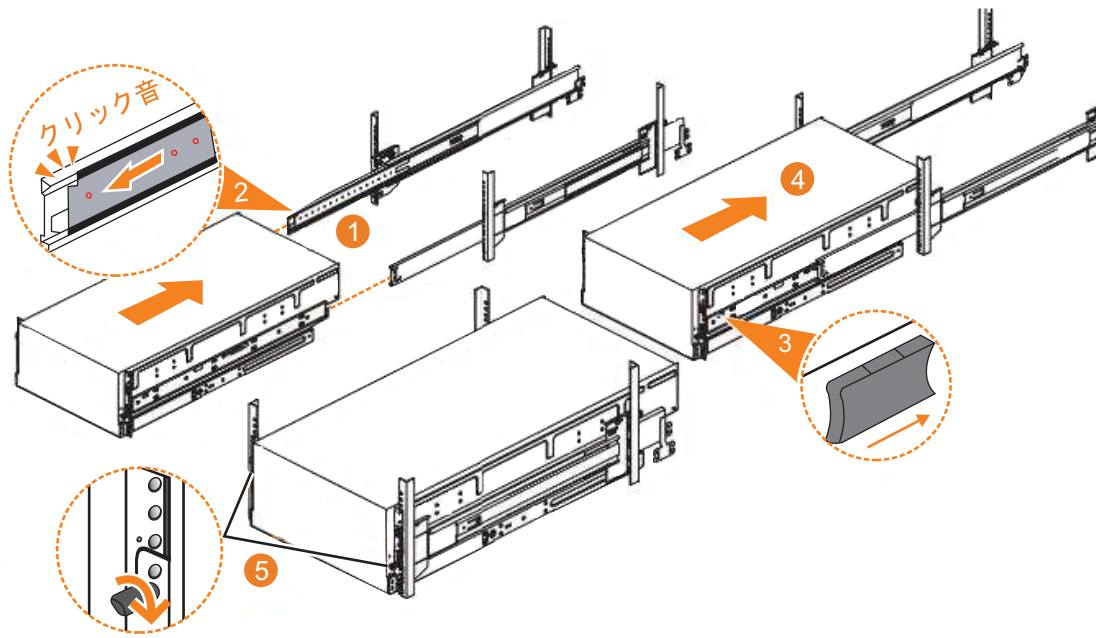

図 58. ラックへの 2145-92F エンクロージャーの再取り付け
1. 左右のドロワー・セクションをラックから完全に伸ばして、伸びた位置 (図 58 の **1**) にレールをロックします。
2. ボール・ベアリング・リテーナーが左右のドロワー・セクション (図 58 の **2**) の前面内でカチッと音がして定位置に収まったことを確認します。
6. エンクロージャーの前面付近にある左右の青色の解放タブの位置を確認します。両方の解放タブを前方へ押して、ドロワー機構のロックを解除します (77 ページの図 58 の **3**)。
7. エンクロージャーをしっかりとラック内に押し込みます (77 ページの図 58 の **4**)。
8. ロックつまみねじ (77 ページの図 58 の **5**) を締めて、エンクロージャーをラックに固定します。